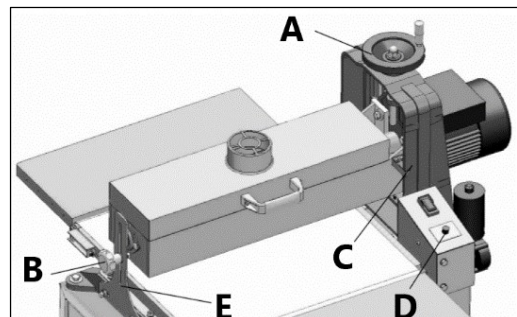

Рисунок 24.
- Ослабьте ручку-фиксатор В шлифовального блока (рис. 24).
Чтобы настроить скорость ленты транспортера, вращайте ручку D (рис. 24).
Для выполнения данной операции, необходимо снять ручку-фиксатор В и стойку Е шлифовального блока (рис. 24). После чего, можно проводить шлифование с разворотом заготовки на 180° в горизонтальной плоскости.